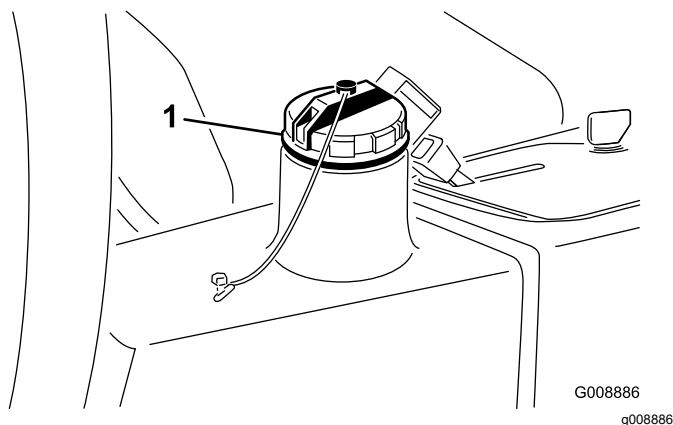

Figura 77
5. Llene el depósito (Figura 77) con fluido hidráulico; consulte Comprobación del nivel de fluido hidráulico \(página 55\).